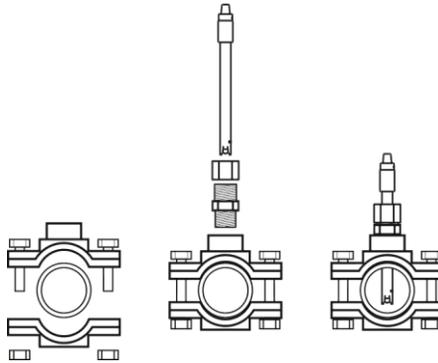

Рисунок 8
- Установите держатели электродов рН и ОВП в контур через ½" суппорты (не поставляются с оборудованием) (Рисунок. 8)